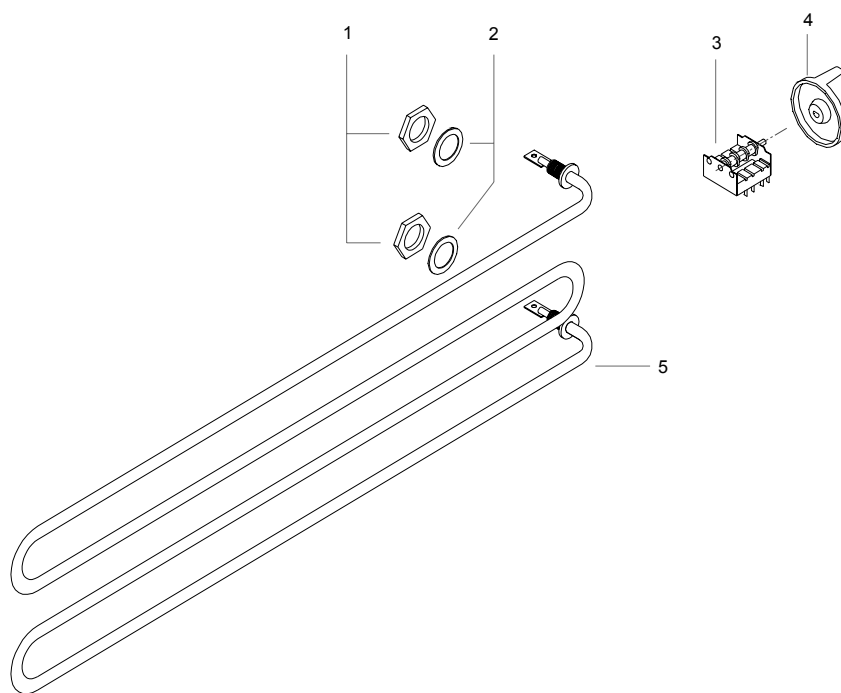

Fig.13
- Tirez des commandes (4) Fig 13 des interrupteurs en dehors, retirez le cache de commandes en dévissant toutes les vis que le fixent, retirez les vis du cache postérieur et tirez vers la gauche pour l'enlever.
- Dévissez les écrous (1) de la résistance et retirez la de son logement.